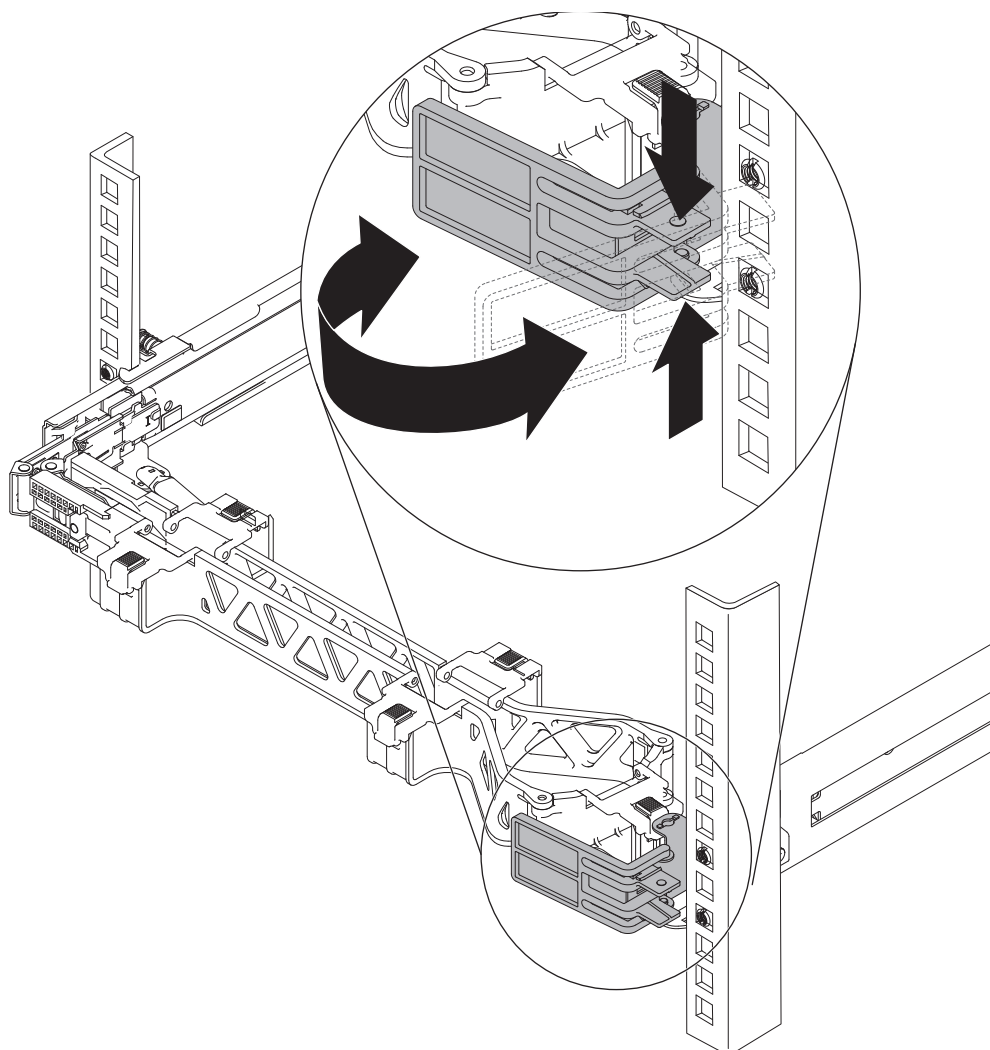

Figura 12. Abrindo o suporte de parada de organização de cabos
5. Abra o suporte de parada de organização de cabos, conforme mostrado em Figura 12 na página 29.